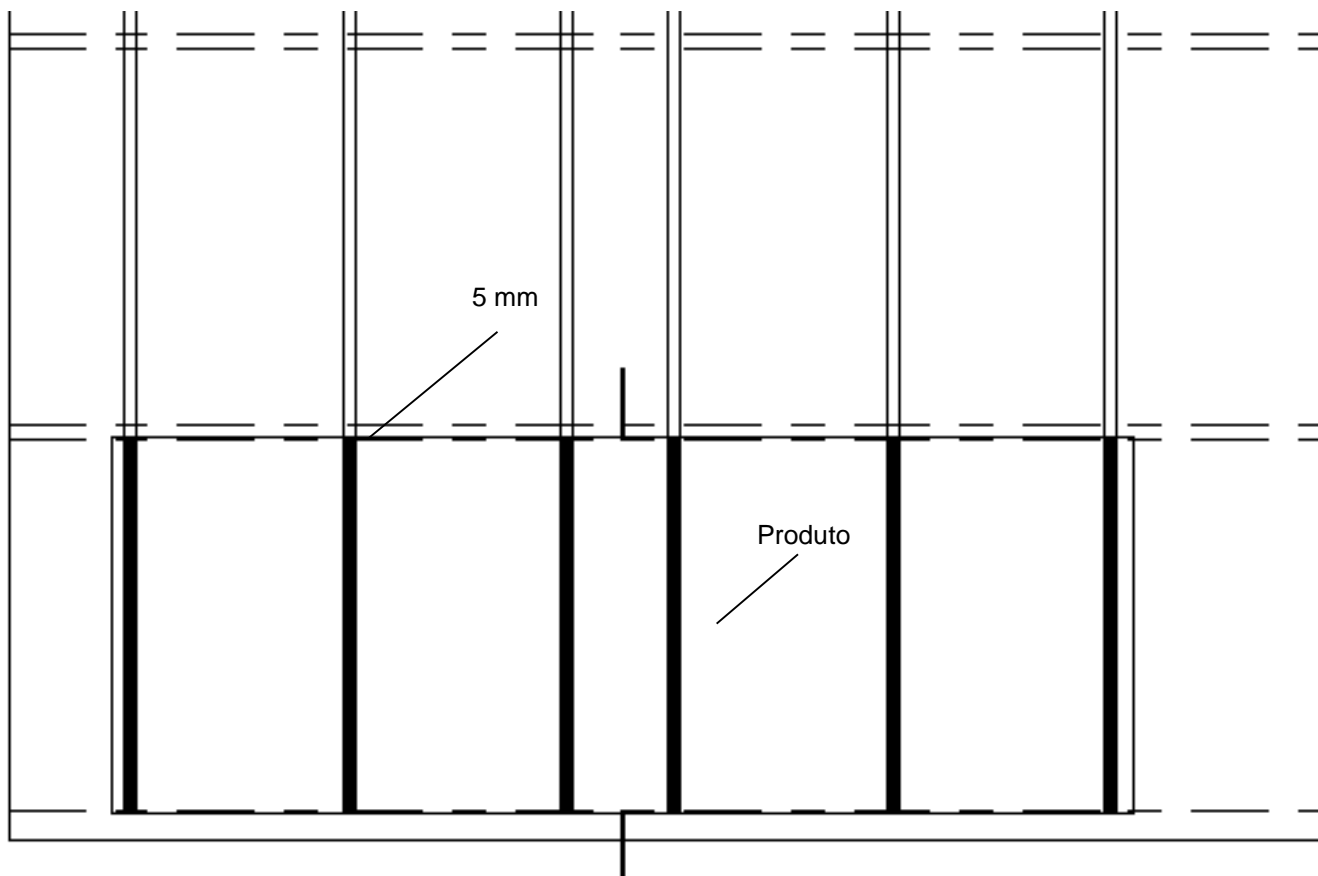

Figura 19
- ⑦ Duas pessoas devem agarrar os quatro cantos do produto Galaxy Plus, levantá-lo e carregá-lo verticalmente e, em seguida, colar o produto Galaxy Plus com a face voltada para cima no tubo de suporte. A extremidade do adesivo estrutural deve ser recuada em 5 mm em relação à borda longa do produto (conforme mostrado na Figura 19).